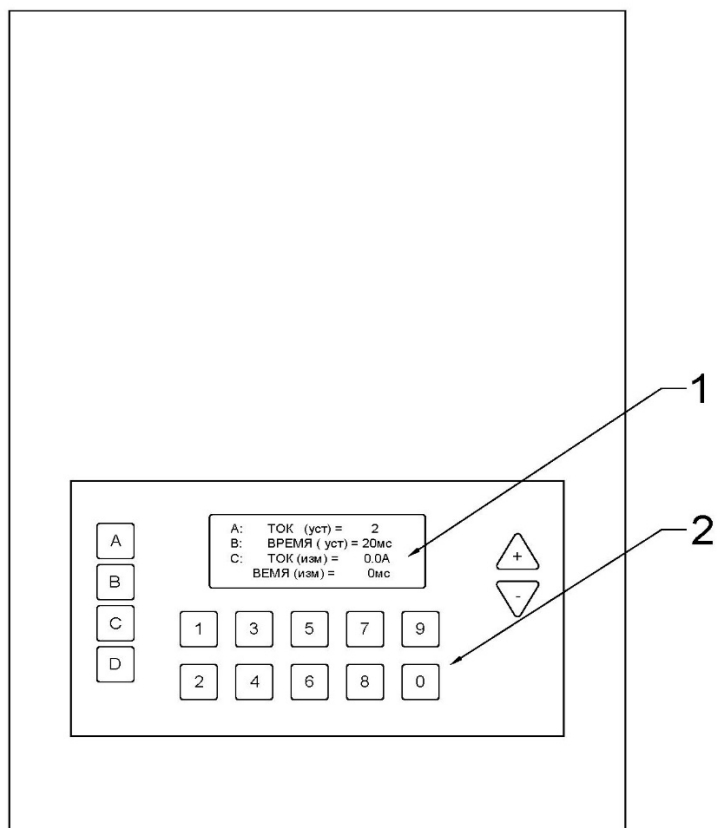

Рис. 3. Верхняя панель пульта управления СИЛУС-Т 3600А
4.3.3. Верхняя панель пульта управления (СИНУС-Т 3600А) представлена на рис. 3. На ней расположены:
Внешний вид клавиатуры Комплекта представлен на рис. 3. Назначение клавиш клавиатуры приведено в таблице 1.